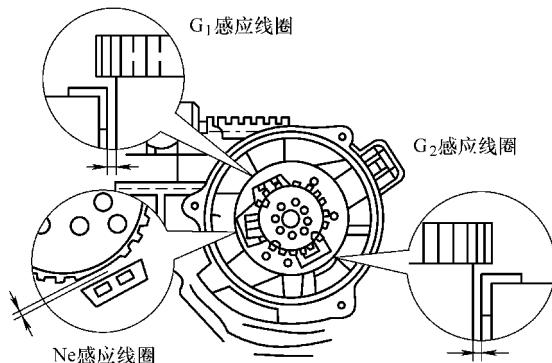

图 4-8 感应线圈与正时转子的间隙检查
3) 检查感应线圈与正时转子的间隙。如图 4-8 所示, 用塞尺测量正时转子与感应线圈凸出部分的空气间隙, 其间隙应为 0.2 ~ 0.4mm。若间隙不合要求, 则必须更换分电器壳体总成。